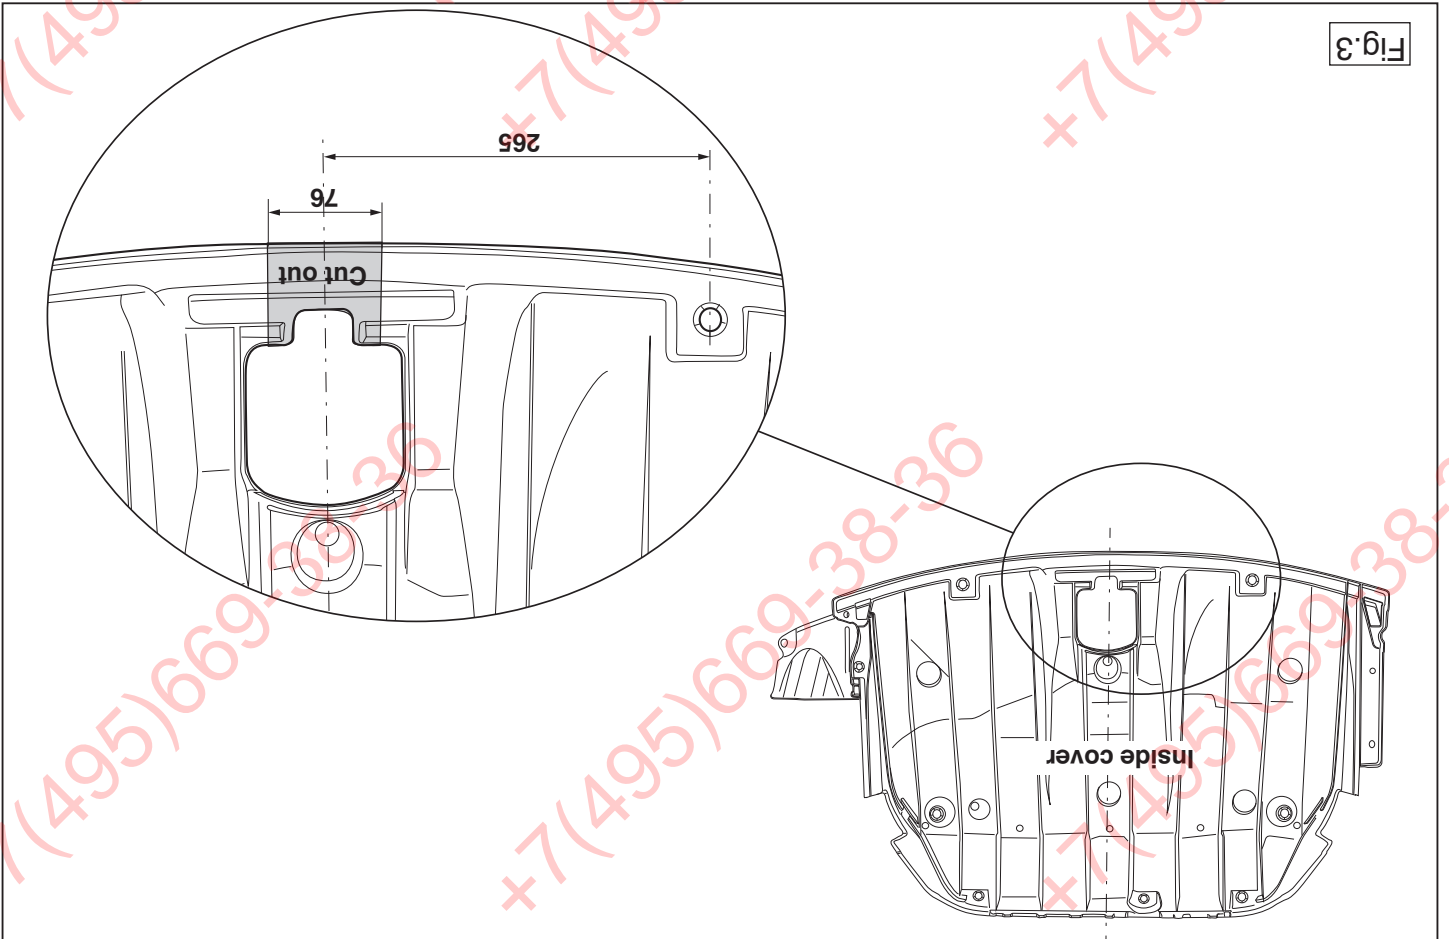

Fig.3
5. Saw out the portion as indicated in fig. 3.
5. Gemäß Abb. 3 die angegebenen Teil heraussägen.
5. Säg ut den delen enligt fig. 3.